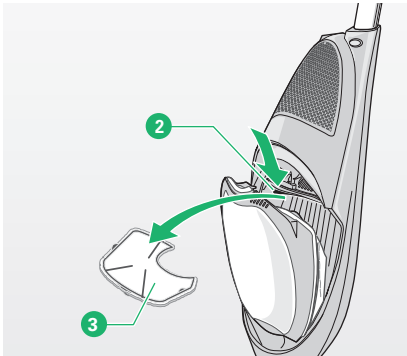

Bild 4.8 Motorschutz
- Drücken Sie die Lasche (**2**, Bild 4.8) des Rahmens des Motorschutzfilters (**3**, Bild 4.8), so dass sich der Motorschutzfilter aus der Halterung löst.